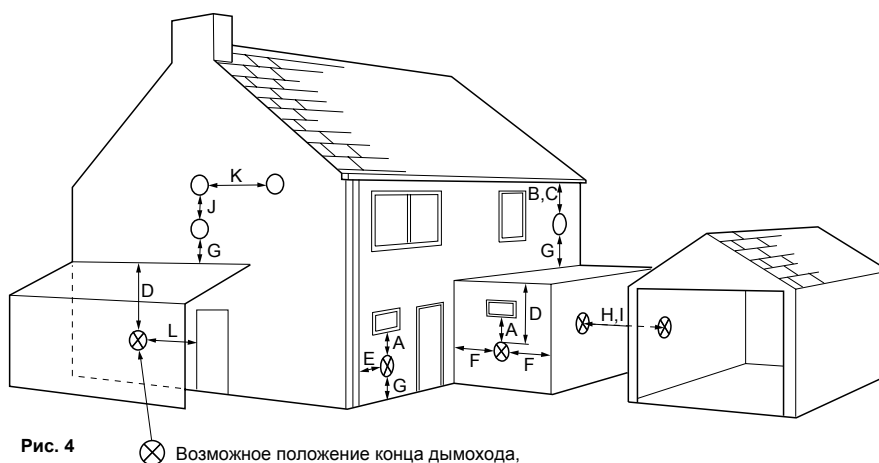

Рис. 4 Возможное положение конца дымохода, при котором требуется установка ограждения.
2. На рис.4 показано расположение дымохода относительно стен здания и других конструкций.